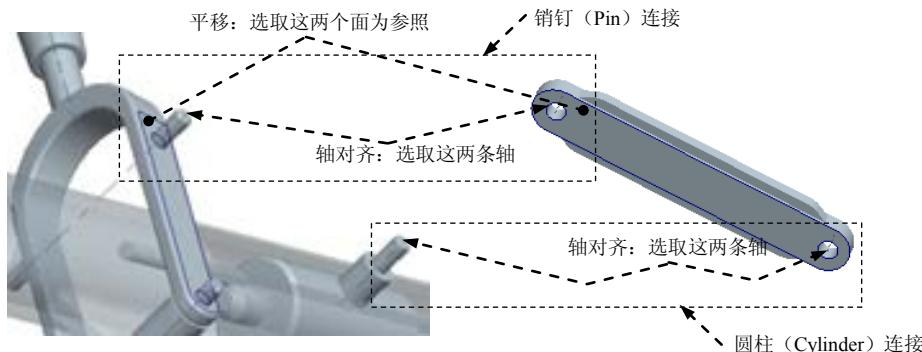

图 12.5.26 装配连杆的操作过程
(1) 如有必要，在**视图(V)**菜单中选择 **指向(W)** → **拖动元件(D)…** 命令，拖动驱动杆到图 12.5.26 所示的位置。
(2) 选择下拉菜单 **插入(I)** → **元件(E)** → **装配(A)**... 命令, 打开文件名为 connecting_rod.prt 的零件, 引入零件 (connecting_rod)。
(3) 创建图 12.5.26 所示的销钉 (Pin) 连接。
① 在约束集选项列表中选取 **销钉** 选项。
② 修改连接的名称。单击操控板中的“放置”按钮, 在 **集名称** 下的文本框中输入连接名称 “Connection_6c”, 并按 Enter 键。
③ 定义“轴对齐”约束。分别选取图 12.5.26 中的两条轴线 (元件 CONNECTING_ROD 的轴线 Cyl_1 和元件 ACTUATING_ROD 的轴线 Pin_2)。
④ 定义“平移”约束 (对齐)。分别选取图 12.5.26 中的两个平面 (元件 CONNECTING_ROD 的表平面和元件 ACTUATING_ROD 的侧表面)。
(4) 在“放置”界面中, 先单击“新建集”, 然后在 **集名称** 下的文本框中输入连接名称 “Connection_7c” 后按 Enter 键, 并在 **集类型** 中选择 “圆柱” 选项。
(5) 创建图 12.5.26 所示圆柱 (Cylinder) 连接。分别选取图中的两条轴线 (元件 CONNECTING_ROD 的轴线 Pin_2 和元件 PIN 的轴线:Cyl_1)。